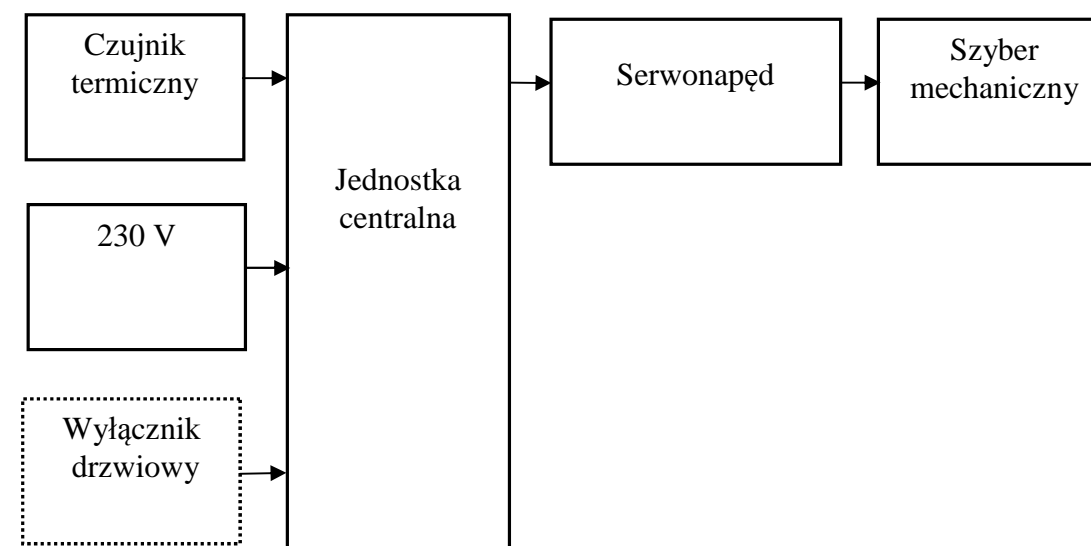

rys. 1
- 1 – odległość d między drzwiczkami a ramą wynosi ponad 13 mm (możliwa dodatkowa instalacja) – patrz rys. 1